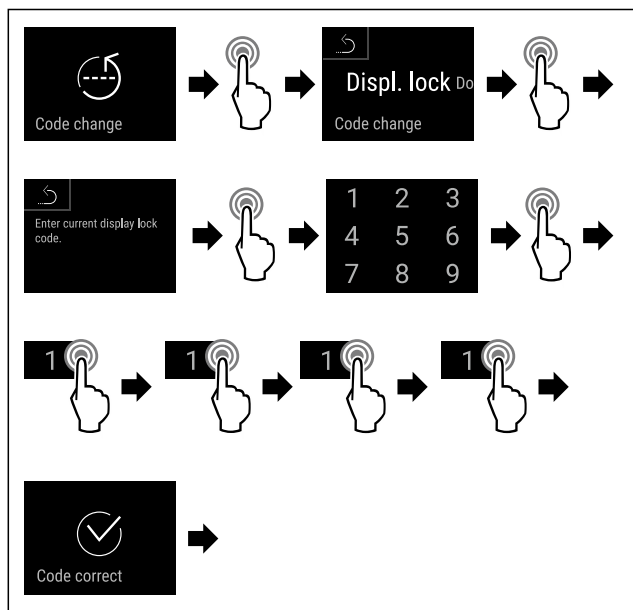

Fig. 84
- ▶ Udfør handlingstrinene (se Fig. 84) .